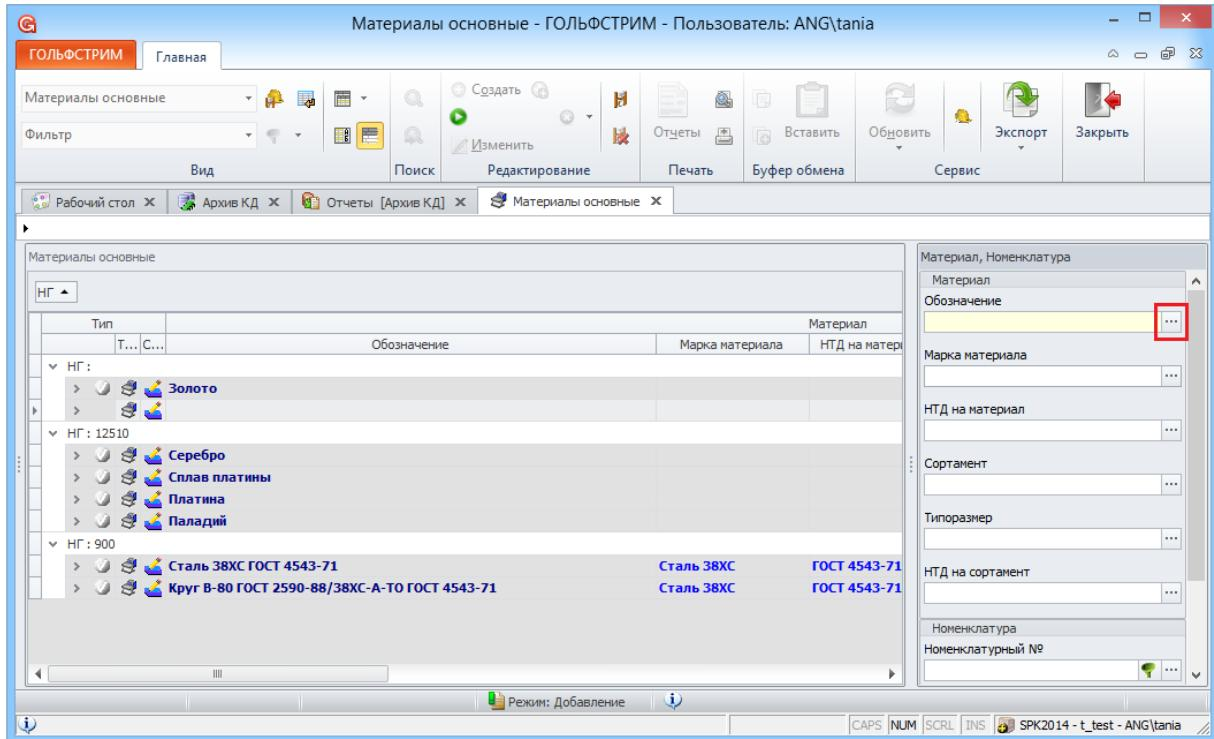

Рисунок 299: Пример области атрибутов задачи "Материалы основные"
10.4 На появившейся, в правой части окна задачи, области атрибутов нажать кнопку выбора (...) в правой части поля «**Обозначение**» (рис.299).